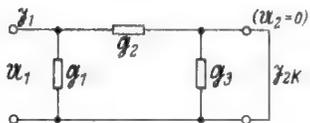

Bild 10. π-Schaltung im Kurzschluß (Leitwerte)
Legt man dagegen eine π-Schaltung zu Grunde (Bild 10), so ist zweifellos das Gleichungspaar (2) besser geeignet.
In Bild 10 und 12 ist gezeigt, daß ein um so höherer Modulationsgrad verzerrungsfrei übertragen werden kann, je weiter die an der Diode stehende Zf-Amplitude die Verzögerungs-